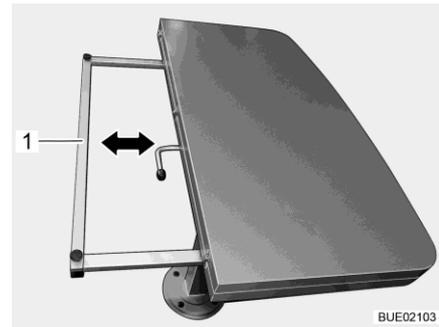

Fig. 105 Riduzione del piano del tavolo
- Tenere fermi i telai di sostegno (Fig. 105,1) sui due lati e spingerli in modo uniforme sotto il piano del tavolo fino all'arresto.